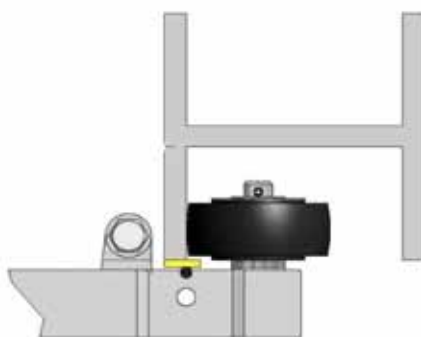

Abbildung 7
3.1. Setzen Sie ein 150 mm bis 250 mm großes Passstück (Holz, Ziegel etc.) in die Basis der Schienenbahn ein. Setzen Sie dann die Laufrollen in die Schienenbahn, so dass das Rad jeweils hinter der Führungsleiste liegt, siehe Abbildung 7. Achten Sie darauf, dass die unteren Laufrollen (F1 und F2) so in die Unterseite eingesetzt werden, dass der Augbolzen nach unten gerichtet ist, und dass sich auf beiden Seiten die gleiche Anzahl an Zwischenlaufrollen (E1) befindet. Insgesamt sollten zwei Laufrollen für jedes Gewebeband vorhanden sein, ohne die obere Laufrolle (die an den Kopfplatten befestigt ist).